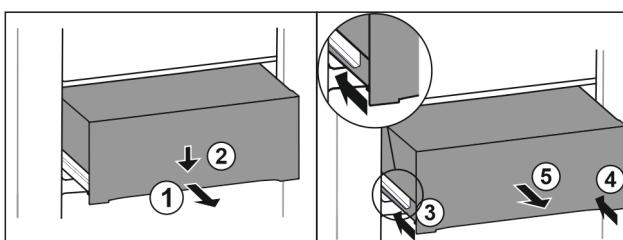

Fig. 100
- ▶ Вытяните выдвижной ящик наполовину. Fig. 100 (1)
- ▶ Вдавите выдвижной ящик в передней части вниз. Fig. 100 (2)
- ▶ Задвиньте левую направляющую прим. на 2 см. Fig. 100 (3)
- ▶ Задвиньте правую направляющую прим. на 2 см. Fig. 100 (4)
- ▶ Извлеките выдвижной ящик движением вперед. Fig. 100 (5)